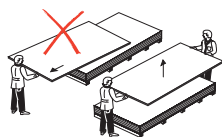

fig 2.
- Schuif de platen niet. Til de platen op om ze te verplaatsen. (fig 2.)